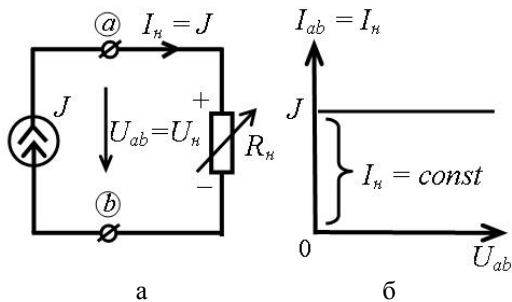

Рис. 1. 6
– При изменении сопротивления нагрузки от $R_H = 0$ до $R_H = \infty$ теоретически предполагается, что напряжение на зажимах источника тока изменяется от 0 до ∞ (нагрузочная характеристика на рис. 1. 6, б).
что следует из баланса мощностей: отдаваемой источником и потребляемой нагрузкой (рис. 1. 7, а)